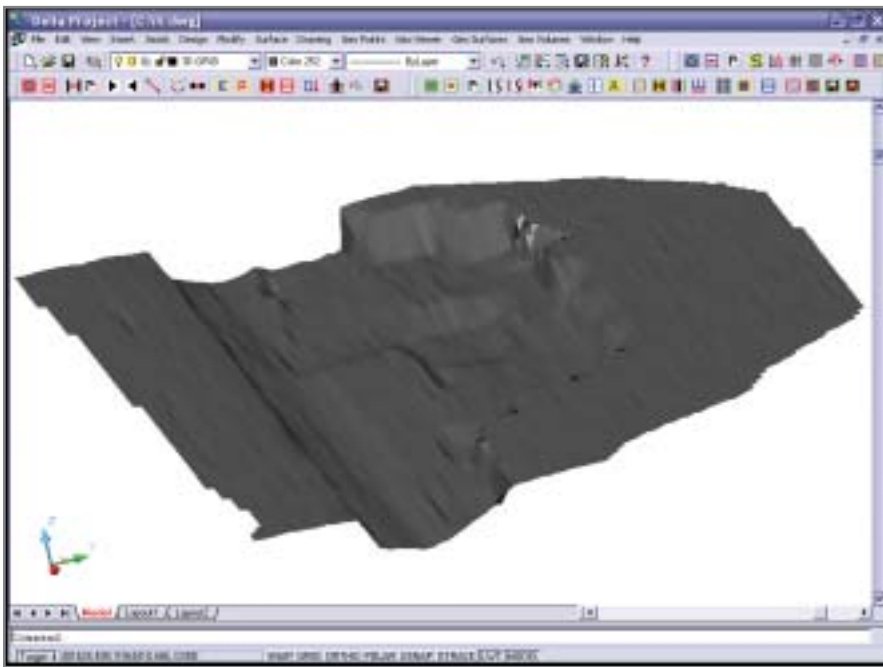

Рис. 4. Модуль для представления промерных данных в виде поверхности
- *DeltaSurface* – модуль для представления промерных данных в виде поверхности (рис. 4).